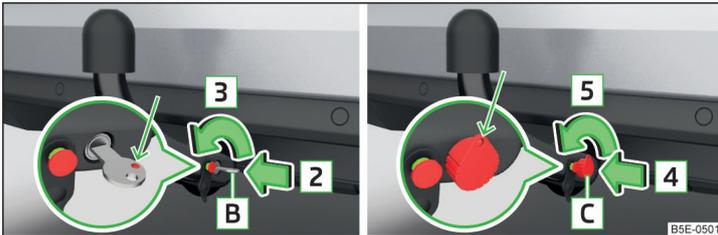

Abb. 296 Schloss entriegeln: Schlüsselvariante 1 / Schlüsselvariante 2
› Den Schlüssel **B** in Pfeilrichtung **3** drehen, sodass dessen rote Markierung nach oben zeigt » Abb. 296.
- › Den Schlüssel **C** in Pfeilrichtung **5** drehen, sodass die Schlüsselöse nach oben zeigt » Abb. 296.